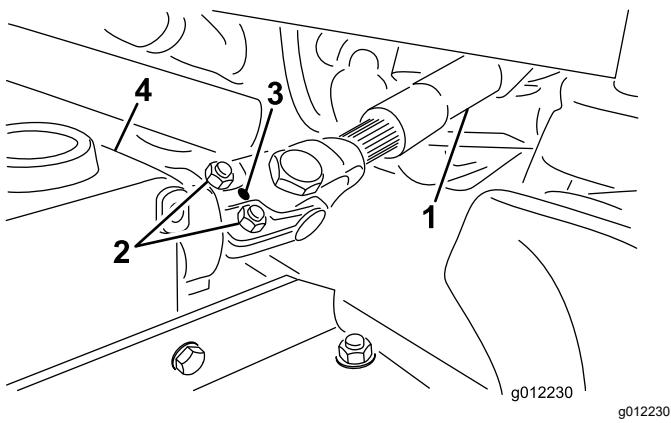

图 6
- 从端轭和齿轮箱轴卸下滚销图 6。
- 松开 2 个平头螺丝和锁紧螺母图 6。
- 用滚销将 PTO 驱动轴的端轭固定至齿轮箱轴图 6。
- 拧紧锁紧螺母将端轭固定到齿轮箱轴图 6。上紧锁紧螺母扭矩至  $2025\text{N}\cdot\text{m}$ 。